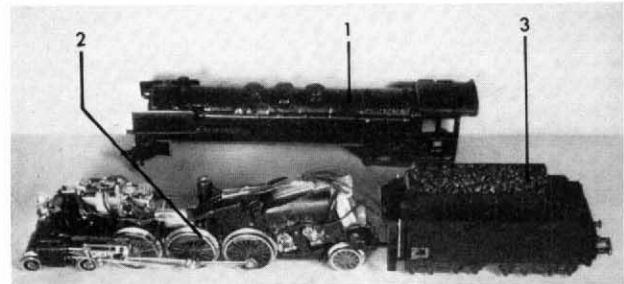

Abb. 6 Umgebaute Lokomotive BR 001 (3048) mit Telex-Kupplung, das Lokgehäuse abgenommen
- 3.4 Der lange Draht der Telex-Kupplung wird nun an k2 der SW des Fahrtrichtungsschalters 21 374 angelötet, der kurze an den Punkt C des SM. Dann ist der Beleuchtungsstromkreis im Tender zu verlegen und der Masseanschluß zwischen Tender und Lokomotivfahrgestell herzustellen. Die Anschlußdrähte sind gemäß Abb. 6 und 7 zu ordnen.